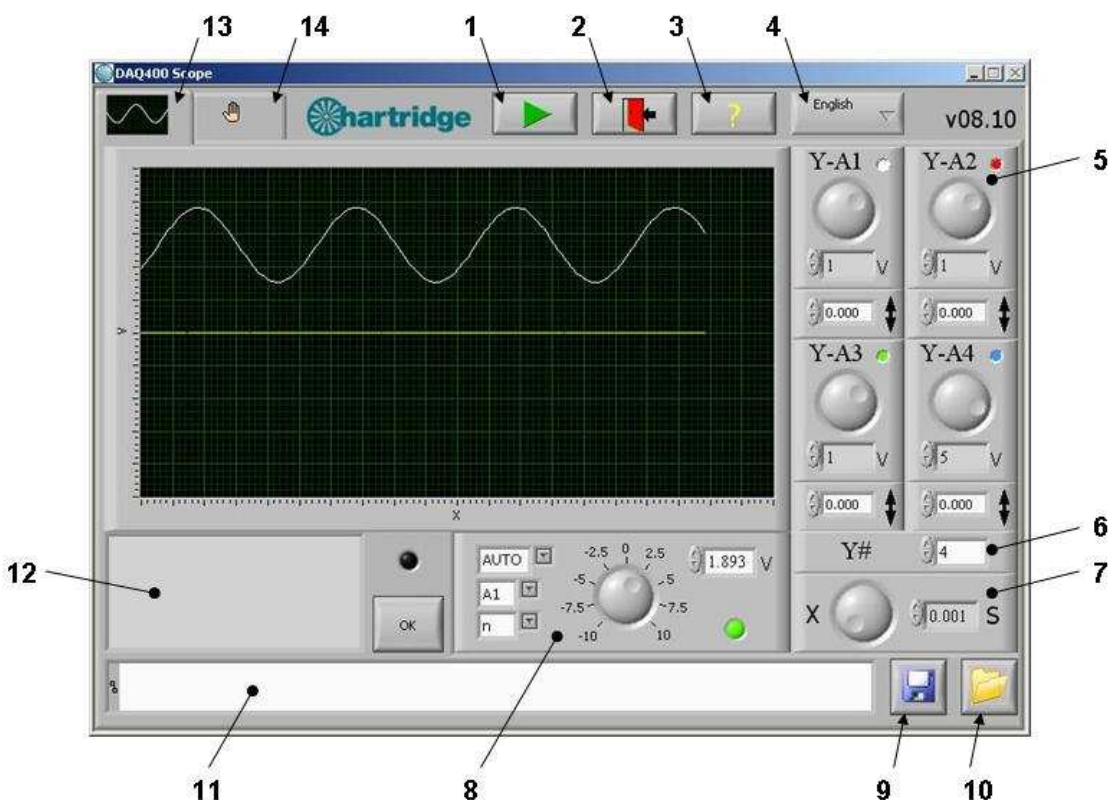

Figuur 2.5: AE45/7 Installatie
Met verwijzing naar Figuur 2.5, verbind het einde (1) met de hogedruksensor op de afscherming-afblaasklep, en verbind de normale drukmeetkabel met het einde (2). Gebruik de meegeleverde BNC-BNC kabel voor de verbinding van (3) naar de AE45 unit.